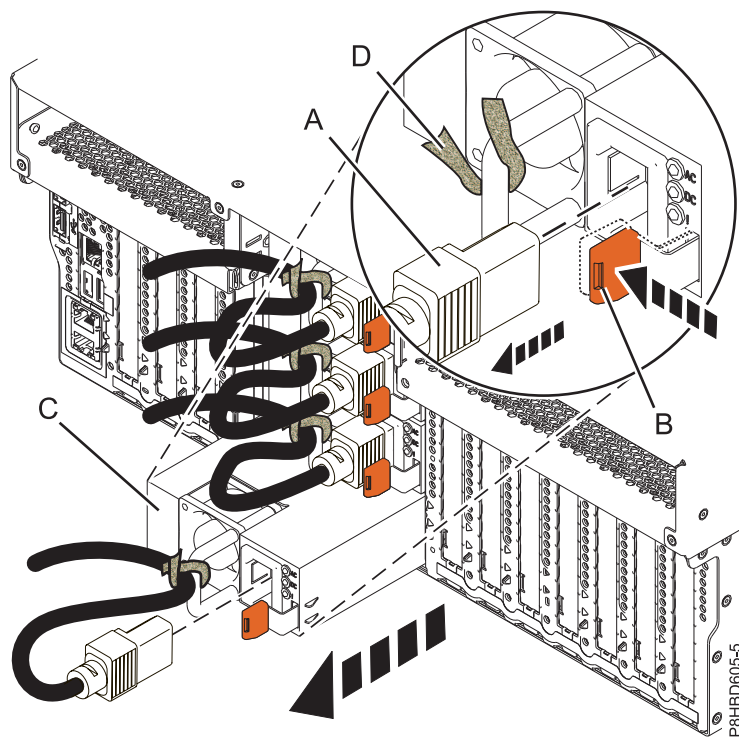
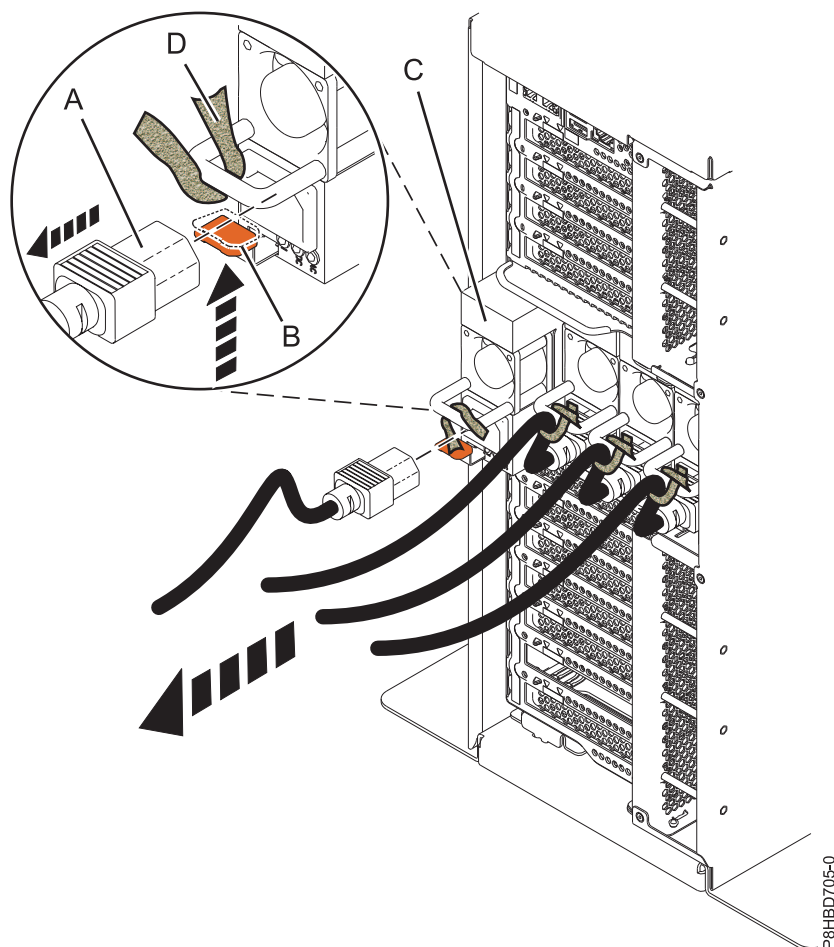

Figura 19. Extracció d'una font d'alimentació en un sistema muntat en bastidor
Figura 20. Extracció d'una font d'alimentació d'un sistema autònom
3. Etiqueteu i desconnecteu el cable d'alimentació de la font d'alimentació estirant l'extrem del cable d'alimentació **(A)** traient-lo de la font d'alimentació en la direcció que es mostra a Figura 19 a la pàgina 22 per un sistema muntat en bastidor i Figura 20 a la pàgina 23 per un sistema autònom.
4. Per treure la font d'alimentació de la seva posició del sistema, pressioneu la pestanya de bloqueig de color terracota **(B)** en la direcció que es mostra a Figura 19 a la pàgina 22 per un sistema muntat en bastidor i Figura 20 a la pàgina 23 per un sistema autònom.
5. Per alliberar el cable d'alimentació que està subjecte a la nansa, afloixeu la brida (D) i traieu el cable d'alimentació de la font d'alimentació (C). Assegureu-vos de conservar la brida (D) del cable d'alimentació.
6. Estireu el cable de la font d'alimentació (C) fent-lo sortir del sistema, tal com es mostra a Figura 19 a la pàgina 22 per un sistema muntat en bastidor i Figura 20 per un sistema autònom.